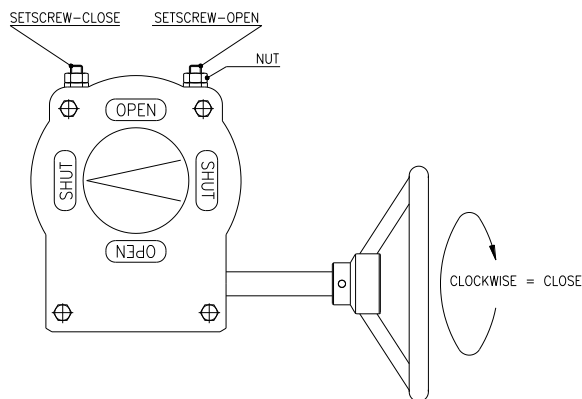

Figura 10: ajuste del tornillo de ajuste en el reductor para zurdos
4. Cuando no se pueda alcanzar la posición cerrada total, afloje los tornillos de ajuste de cierre (ver figura 10) girándolos en el sentido contrario a las agujas del reloj. Continúe girando el volante manual hasta que la válvula esté totalmente cerrada.